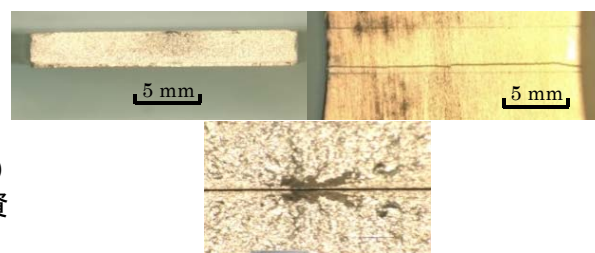

図2 破断面と表面き裂及びき裂の起点部
- 疲労試験での破断面を観察したところ、表面き裂の発生部位は溶接部または熱影響部から発生していることが明らかとなった(図2)。